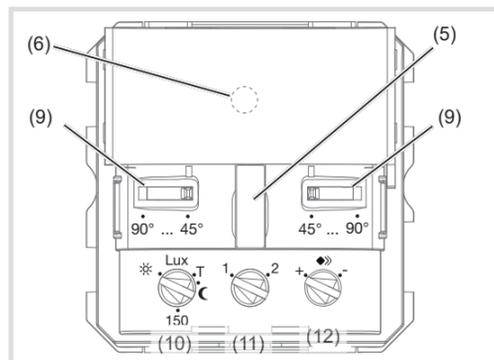

Figura 9: elementi di comando e impostazione
Panoramica degli elementi di comando e impostazione (figura 9)
Il rilevatore di movimento offre due modalità di esercizio selezionabili con il potenziometro della modalità di esercizio (figura 9, 11):
L'angolo di copertura può essere limitato per il lato destro e per il lato sinistro su ogni dispositivo di impostazione (figura 9, 9) tra 45° ... e 90°. In tal modo l'angolo di copertura si trova tra 90° e 180° (figura 10).
- Impostare il potenziometro soglia di luminosità (figura 9, 10) sulla posizione T.
- Ruotare il potenziometro soglia di luminosità (figura 9, 10) nella posizione desiderata.
- Ruotare il potenziometro sensibilità (figura 9, 12) nella posizione desiderata.
- Ruotare il potenziometro della soglia di luminosità (figura 9, 10) sulla posizione Test (T).